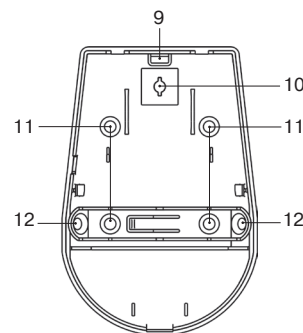

Рисунок 2 – Конструкция «Пирон-4»
Основание корпуса с печатной платой представлены на рис. 2б).
В основании корпуса имеются выламываемое отверстие (9) для ввода проводов, а также крепежные отверстия (рис. 2в):
- (10) для крепления основания к кронштейну;
- (11) для монтажа на стене;
- (12) для монтажа в углу.
- Снимите крышку извещателя, отжав отверткой фиксатор крышки через отверстие, расположенное в нижней части основания извещателя (рис. 2а).
- Просверлите в основании извещателя отверстия, которые будут использоваться для прокладки проводов и крепления извещателя (рис. 2в).
В извещателе предусмотрена переключатель SENS HIGH (4) (рис. 2б). При снятой перемычке извещатель работает в режиме нормальной чувствительности (дальность обнаружения 10 м). При установленной перемычке извещатель работает в режиме высокой чувствительности (дальность обнаружения 12 м).